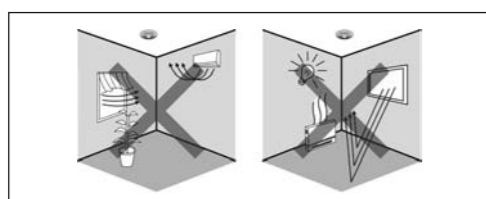

Fig. 3
• évitez d'orienter le détecteur vers des sources de chaleur (Fig. 3)